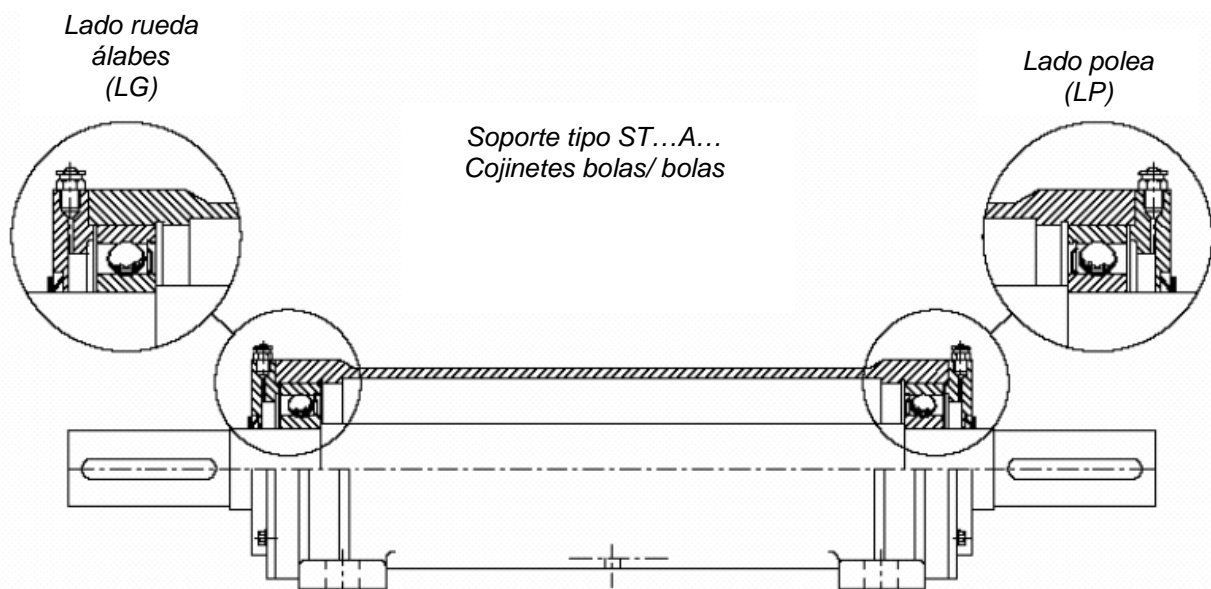

Figura 10-10 Soporte monobloque ST...A... con cojinetes radiales de bolas tanto por el lado de la rueda de álabes como por el lado de la transmisión
- Soporte tipo ST...A... con cojinete rígido de bolas por el lado de la transmisión (Figura 10-10).